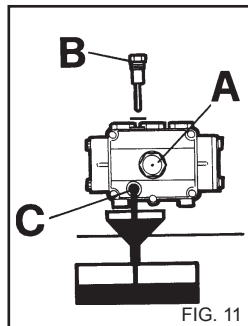

FIG. 11
2) Skruva loss pluggen med mätstickan (fig. 11).